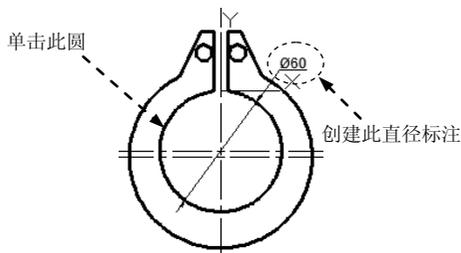

图 17.2.13 标注第一个圆
(1) 标注图 17.2.13 所示的第一个圆的直径。选择下拉菜单 **标注(A)** → **直径(D)** 命令，单击图 17.2.13 所示的圆，在绘图区空白处单击一点，以确定尺寸放置的位置。